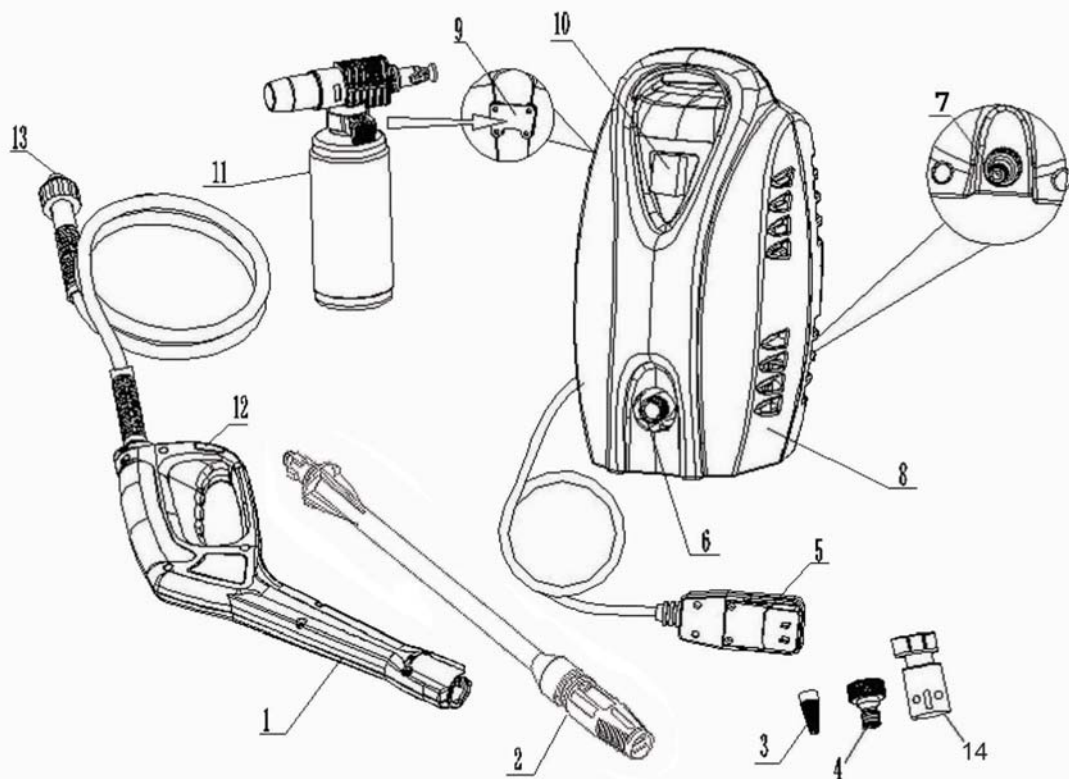

Fig. 1
**PARTS LIST** (Fig. 1)
**LISTA PIEZAS** (Fig. 1)